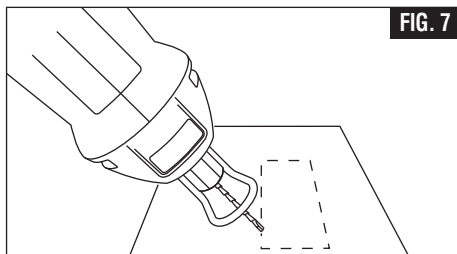

FIG. 7
**Étape 3** : tout en continuant à tenir fermement l'outil, insérez l'embout dans le matériau à un angle de 45° (Fig. 7).